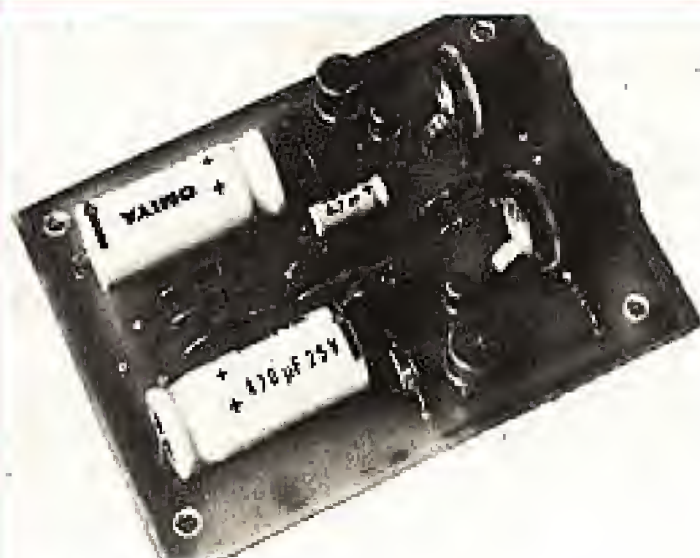

Fig. 20
- figure 20 : photographie de l'alimentation.